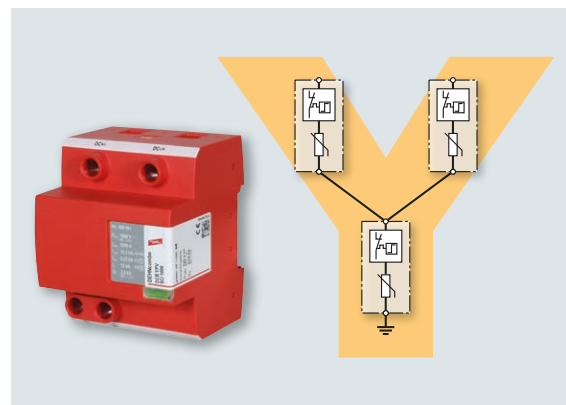

Bild 9 DEHNCombo YPV – kombinierter Überspannungs-Ableiter Typ 1 + Typ 2 mit fehlerresistenter Y-Schaltung
Der Kombi-Ableiter DEHNCombo YPV (FM) erfüllt mit seiner bewährten fehlerresistenten Y-Schutzbeschaltung die vorgenannten Anforderungen. (**Bild 9**)